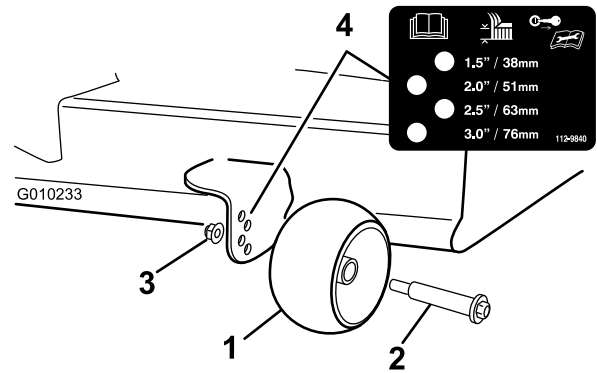

Figura 30
3. Ajuste los rodillos protectores del césped (**Figura 30**) a la posición de altura de corte más próxima.